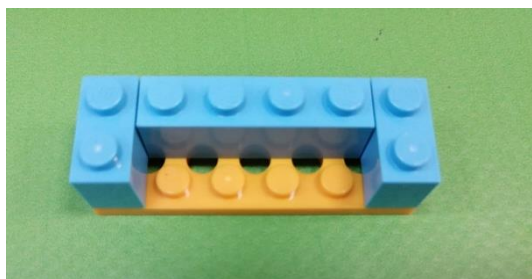

Рис.11
1.Кирпич 1x4 – 1шт., кирпич 1x2 – 2 шт., пластина с отверстиями 2x6 (см. рис.11)